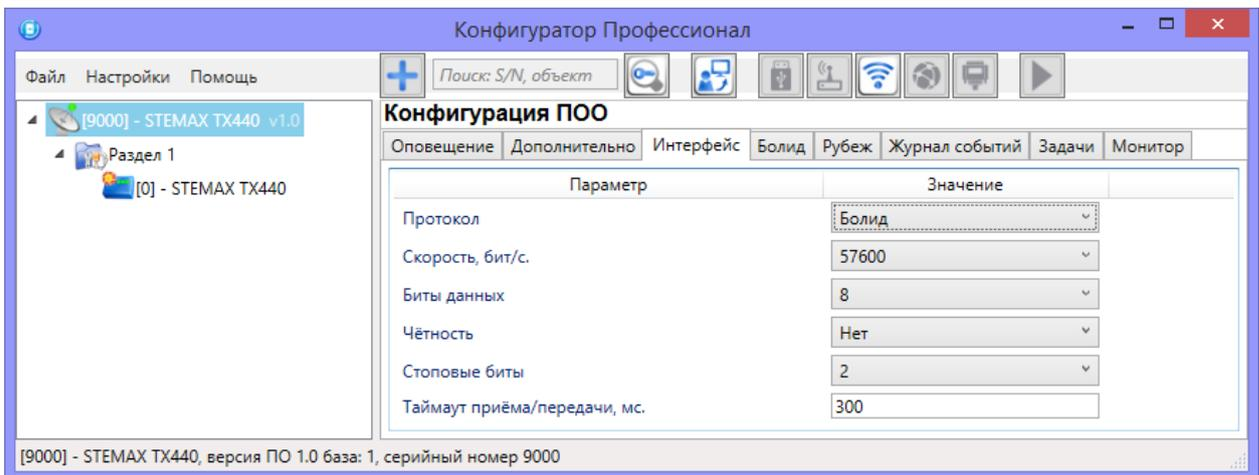

Рисунок 10.2 — Вкладка «Интерфейс»
- На вкладке «Интерфейс» (см. рисунок 10.2) выберите протокол «Болид» и укажите скорость передачи данных преобразователем протоколов С2000-ПП.